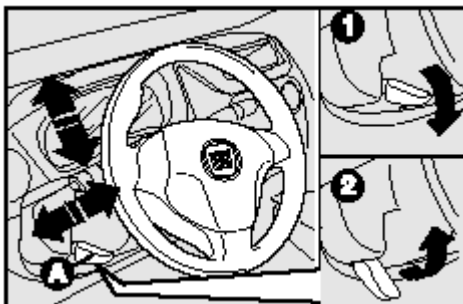

Рис.37
- разблокируйте рычаг **A** - рис.37 потянув его вперед (положение 1);